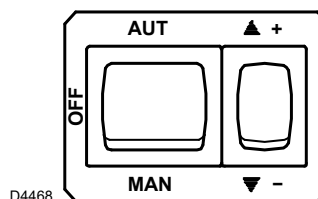

Fig. 20
- 2 Sélectionner le mode de fonctionnement manuel «MAN» (Fig. 20) et effectuer un pré-réglage de la CAME III du servomoteur et de la vis de réglage du POINT 0 comme indiqué dans le Tab. M, puis mettre le brûleur en route.
- 3 Une fois la mise en marche effectuée, amener le servomoteur vers la position de seconde flamme en appuyant sur l'interrupteur «+» (Fig. 20). Durant cette opération contrôler la stabilité de la flamme: si elle est instable, augmenter ou diminuer légèrement le réglage de la vis qui régule le rapport gaz/air jusqu'à la puissance maximale désirée et aux valeurs de CO2 correctes des fumées, puis régler la came I sur la valeur atteinte du servomoteur.
- 4 Amener manuellement le servomoteur vers la position de première flamme en appuyant l'interrupteur «-» (Fig. 20). Vérifier la combustion et utiliser, si nécessaire, la seule vis de réglage du POINT 0 pour obtenir les bonnes valeurs de CO2 dans les fumées.
À la fin, après s'être assuré que le brûleur est correctement allumé et que la flamme est stable, sélectionner le fonctionnement automatique en réglant le sélecteur sur la position «AUT» (Fig. 20): la modulation aura lieu entre la position du réglage de la CAME III et celle de la CAME I.
S'il faut augmenter l'angle de la came, il faut d'abord augmenter l'angle du servomoteur avec la touche «augmenter la puissance» +)(Fig. 20), puis augmenter l'angle de la **CAME III** et enfin ramener le servomoteur sur la position de puissance MIN avec la touche «diminution de la puissance» -)(Fig. 20).